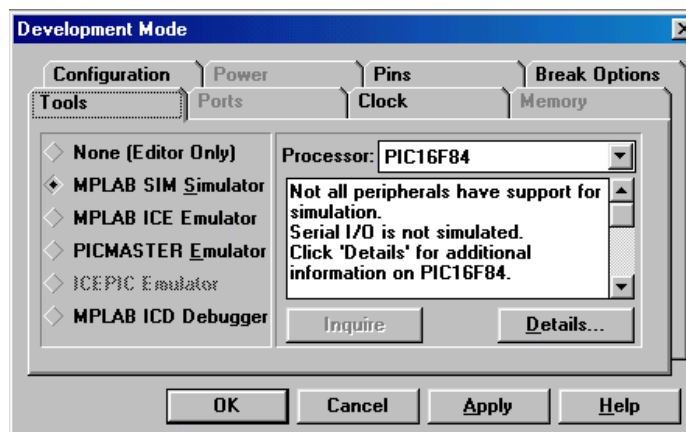

Fig. 7
- **Option>Development Mode>Tools** scegliere come processore PIC16F84 e MPLABSIM Simulator se si desidera oltre che editare il programma anche poter utilizzare il simulatore, come in fig. 7.